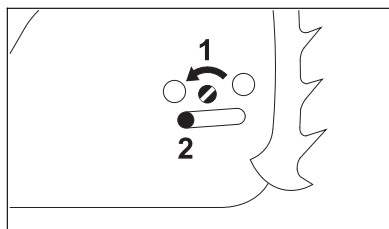

Рис. 33
- Болт (рис. 33, поз. 1) поворачивать влево, пока прижимная задвижка (рис. 33, поз. 2) не будет прилегать к углублению в корпусе